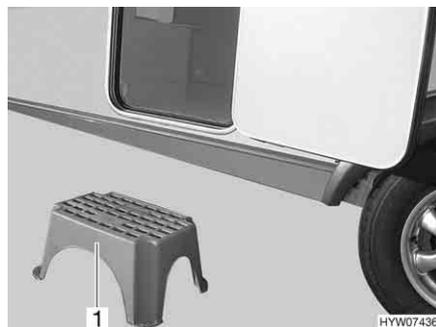

Bild 21 Eintrittsstufe (frei stehend)
- Die Eintrittsstufe (Bild 21,1) vor den Eingang des Caravans stellen.